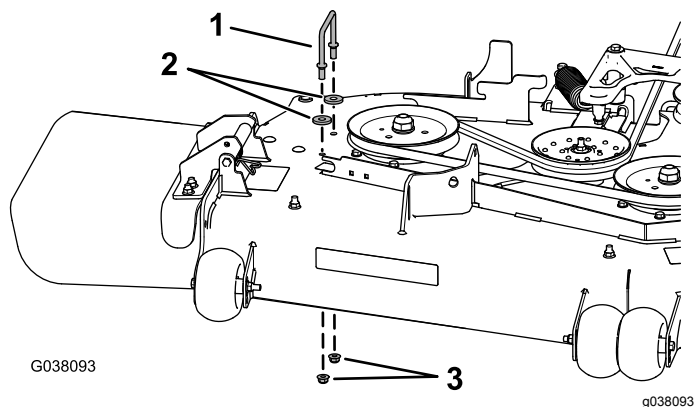

Figura 5
3. Rimuovete la staffa del copricinghia destro, **2 rondelle (solo per piatto di taglio da 152 cm)** e 2 dadi flangiati dal piatto di taglio (**Figura 5**).